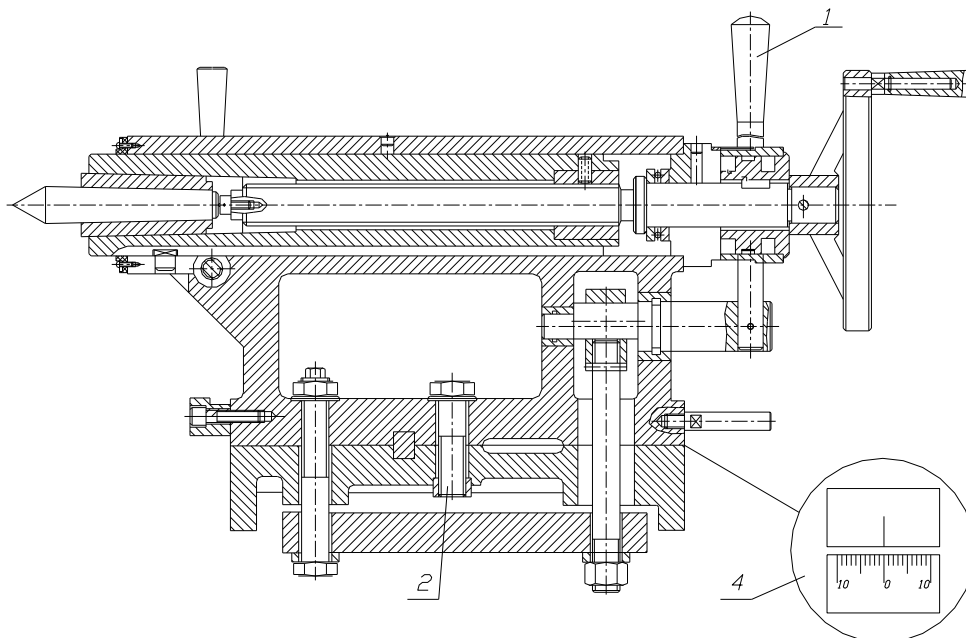
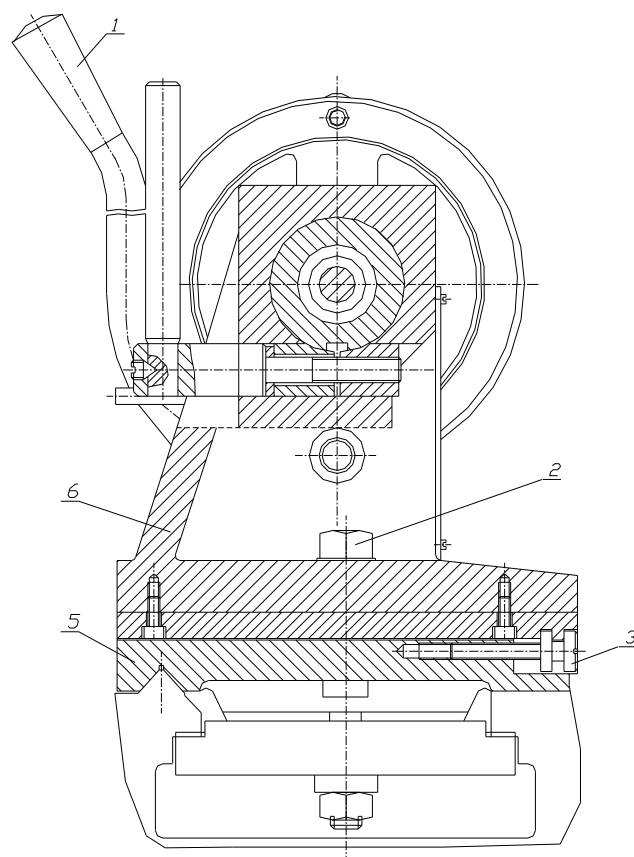

Рис.6-9. Поперечное смещение задней бабки
Рис.6-10. Поперечное смещение задней бабки
6.2.10 ПОПЕРЕЧНОЕ СМЕЩЕНИЕ ЗАДНЕЙ БАБКИ (См.Рис.6-9 и Рис.6-10)
- Когда вы отвинчиваете или завинчиваете винт 3, Рис.6-10, верхняя часть задней бабки смещается к передней или задней направляющим призмам, т.е. налево или вправо от нуля по шкале;